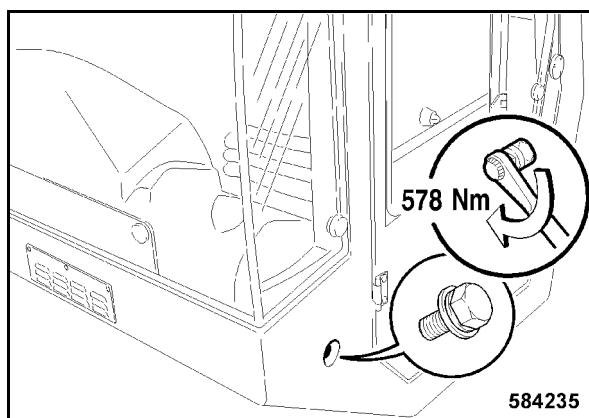

Bild 183
- Kiristä edessä, sivussa oleva kiinnitysruuvi vasemmalta 578 Nm:llä (Bild 183).